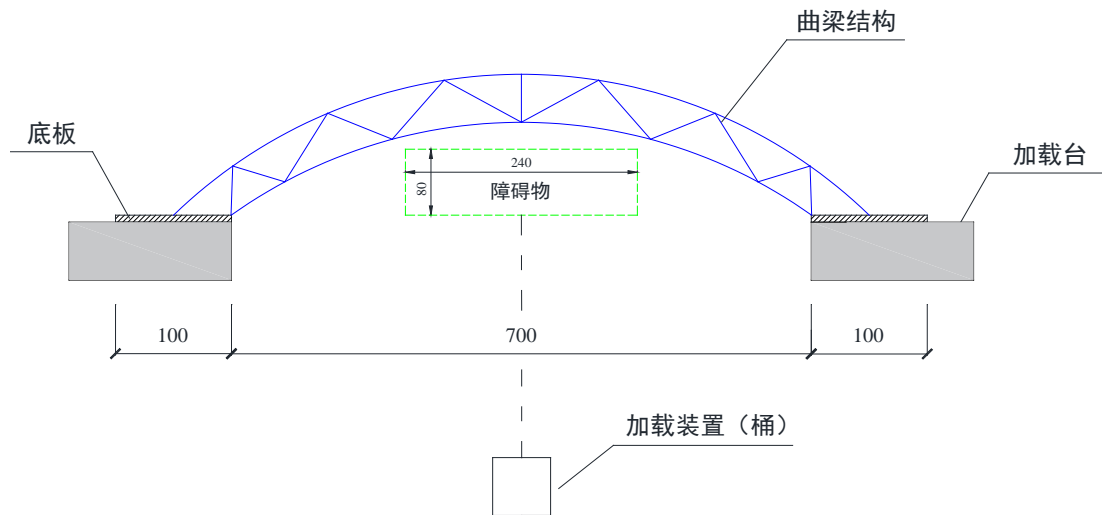

图 1 曲梁加载示意图
2. 用所发的木条和 502 胶设计并制作一个跨越障碍物（矩形，尺寸为 $80\text{mm} \times 240\text{mm}$ ）的曲梁，曲梁净跨度（内侧杆件间距）为 700mm ，横向宽度不大于 150mm ，高度不大于 250mm ；模型两端用 502 胶粘于底板上，底板通过夹具固定于加载台（图 1）。